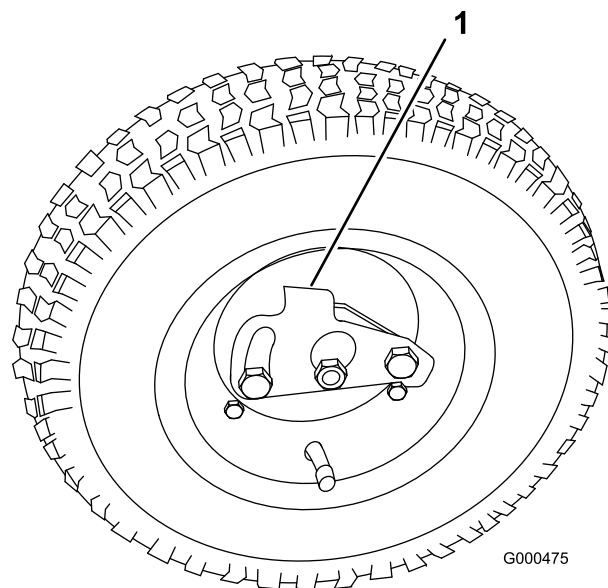

図 8
2. 車輪についているロッククリップが車軸に掛かるようにして車輪を六角シャフトに通す図 8。